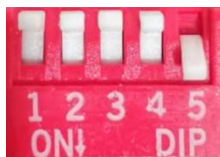

图 6.33 内部电位器开环拨码开关设置
- 将拨码开关设置为 SW2=OFF（选择开环运行模式），SW3=OFF，SW4=OFF，SW5=ON（选择内部电位器控制方式），如图 6.33。